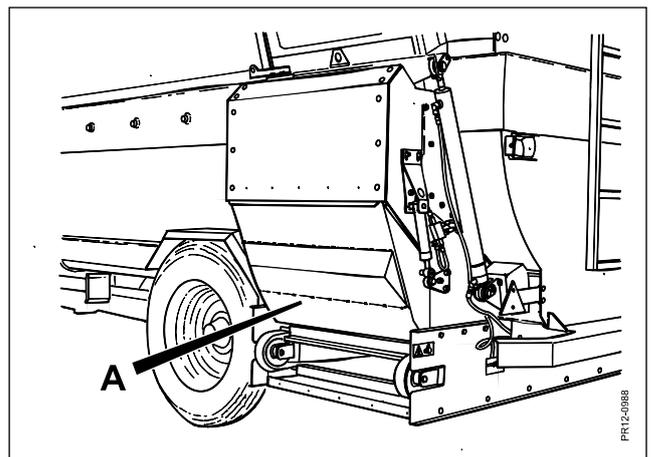

Fig. 5.17
- Fig. 5.17** La porte basculante A doit être fermée.